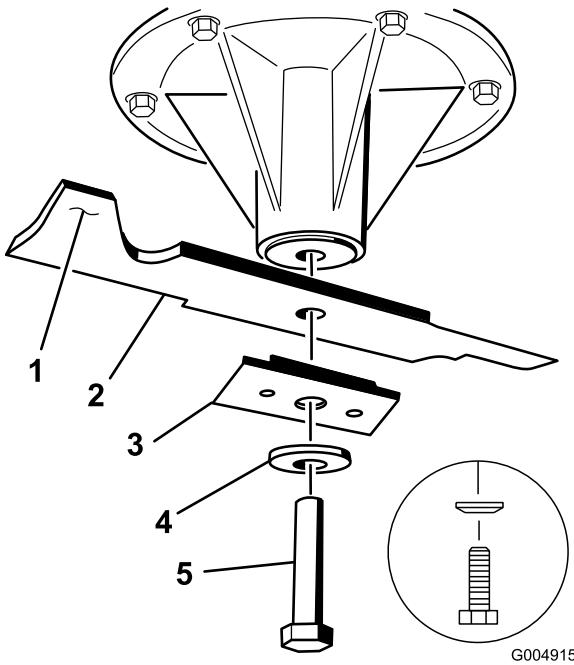

Figure 58
3. Pour les tabliers de coupe de 36 pouces, enlevez le boulon de lame, la rondelle bombée, le renfort de lame et la lame de l'axe de pivot (Figure 58).